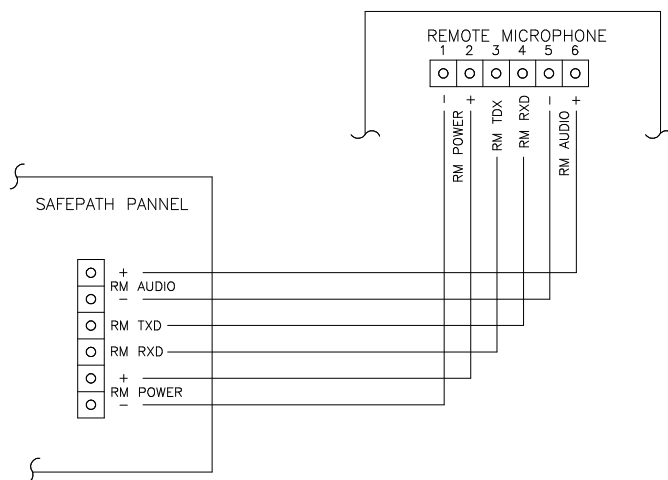

Рис. 1.
2. Присоедините 6 проводов, как показано на схеме подключения (Рис. 1). Убедитесь, что провода имеют подходящее сечение проводников.